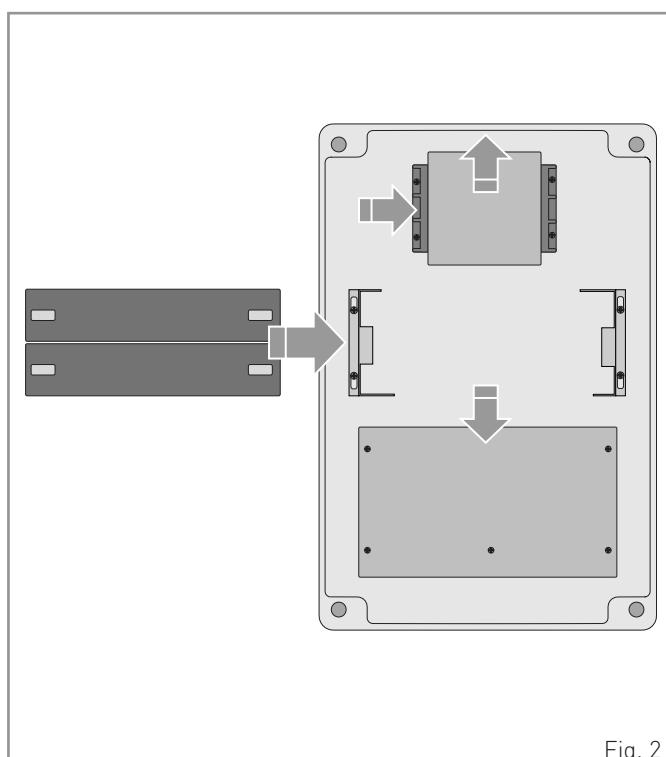

Fig. 2
- Inserire le batterie all'interno del quadro elettronico VIVAH come indicato in fig. 2 e 3:
- Insérer les batteries à l'intérieur du tableau électronique VIVAH en suivant les instructions de la fig. 2 et 3:
- Introduzca las baterías dentro del cuadro electrónico VIVAH como indican las figs. 2 y 3:
- Insert the batteries in the VIVAH control panel, as shown in figs. 2 and 3:
- Fügen Sie die Akkus gemäß den Angaben in Abb. 2 und 3 in den Schaltkreis VIVAH ein:
- Inserir as baterias ao interno do quadro electrónico VIVAH conforme indicado na fig. 2 e 3: